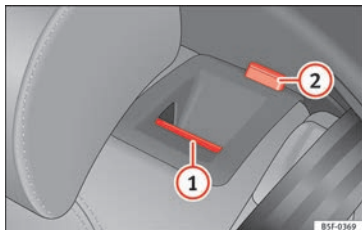

Fig. 152 Sullo schienale del sedile posteriore: tasto di sblocco (1); tacca rossa (2).
- Tirare il tasto di sblocco » **fig. 152 (1)** in avanti e, contemporaneamente, abbattere lo schienale.
- Lo schienale posteriore è sbloccato quando si vede la tacca rossa sul tasto (2).
Lo schienale posteriore è sbloccato quando si vede la tacca rossa sul tasto » **fig. 152 (2)**.